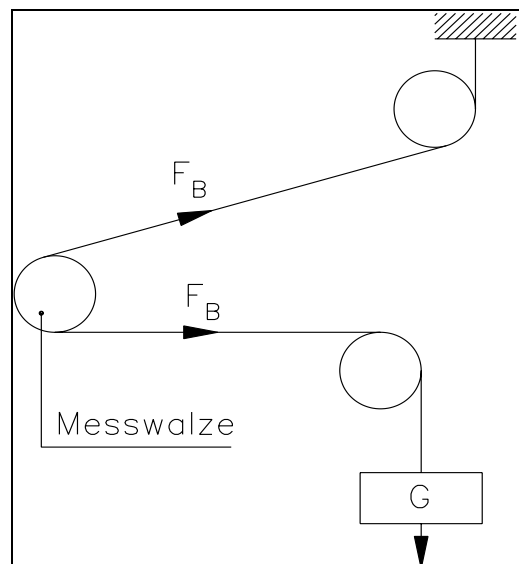

Bild 10: Kalibrierung des Verstärkers
Die folgenden Hinweise beziehen sich auf eine Inbetriebnahme und Kalibrierung in der Maschine, wobei der Materialzug durch ein Gewicht entsprechend dem Materialzug nachgebildet wird (siehe Bild 10).
- Material oder Seil mit einem definierten Gewicht belasten (Bild 10).